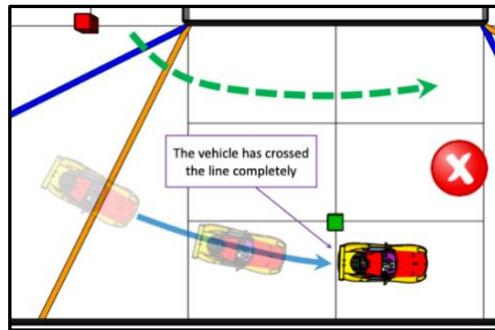

Bild 15: Hindernis wurde auf der falschen Seite vollständig passiert
- 9.5.3. ein Hindernis vollständig auf der falschen Seite passiert wurde (s. Bild 15)**